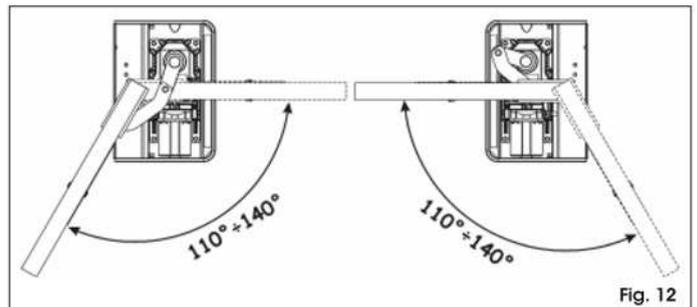

Fig. 12
**👉** Para definir la exacta colocación del operador con las palancas para aperturas a 110° y 140°, hágase referencia a la fig. 12. El piñón del actuador debe quedar ubicado en el lado opuesto al sentido de apertura de las hojas.